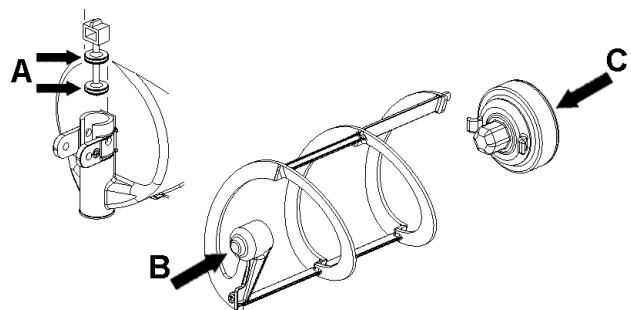

figura 11
- Lubricar el pistón grifo, el rascador interior y el rotor magnético (en los puntos A, B y C indicados en la (ver figura 11) utilizando solamente la grasa suministrada por el fabricante